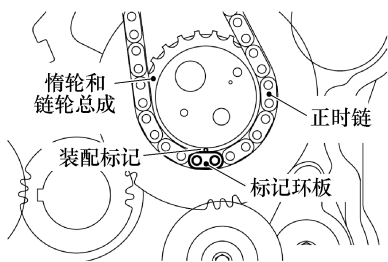

图 4-13 对齐标记环板和装配标记
- 3) 将惰轮和链轮总成上的装配标记与正时链上的黄色标记环板对齐，如图 4-13 所示。